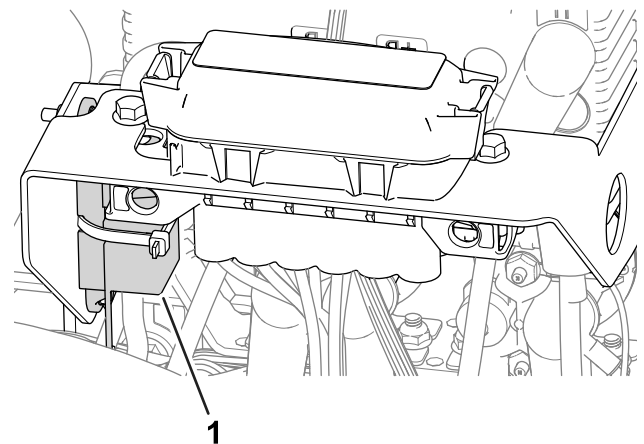

Figura 54
- Sigurana pentru motorul roii din stânga (60 A) se află sub capacul din partea stângă a mainii, lângă siguranele circuitului de acionare a cilindrului (Figura 54).